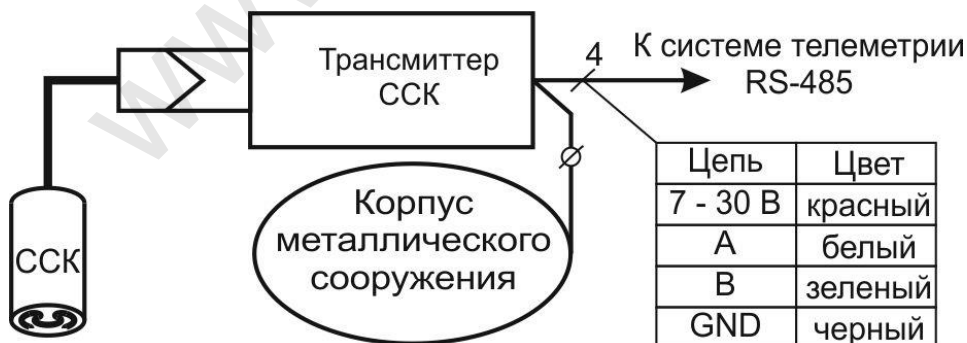

Рис. 1
6.2.1 Схема подключения цепей к входам и выходам Трансмиттера приведена на рис.1.